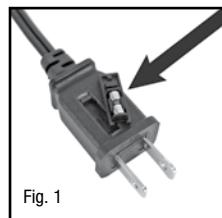
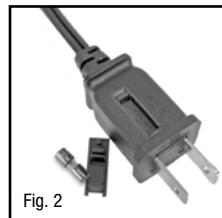

Fig. 1
Fig. 2
- Si su ventilador pierde potencia y sospecha que el fusible de su ventilador se ha fundido, debe primero retirar el sujetador del fusible de repuesto adjunto al cable de corriente (Fig. 1). Retire el fusible de repuesto del sujetador de plástico y déjelo a un lado (Fig. 2).
- Alinie el ensamble del pedestal izquierdo y del derecho y encájelos juntos con firmeza (Fig. 1).
- Alinee las dos partes de la base circular y encájelas a presión empujando suavemente las 4 protuberancias (Fig. 2, Pieza A) dentro de los círculos adyacentes de la pieza de conexión (Fig. 2, Pieza B).